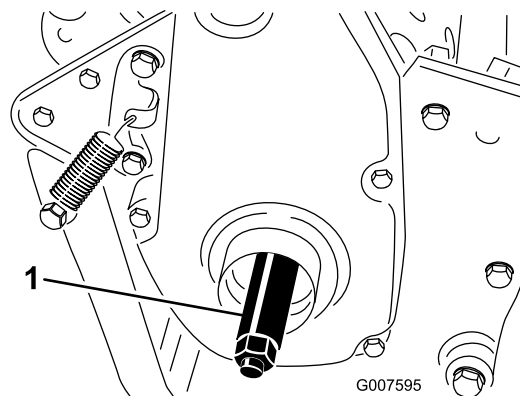

図 7
3. 機体右側にある駆動プーリのねじ穴に、右側ホイールシャフトを取り付ける図7。